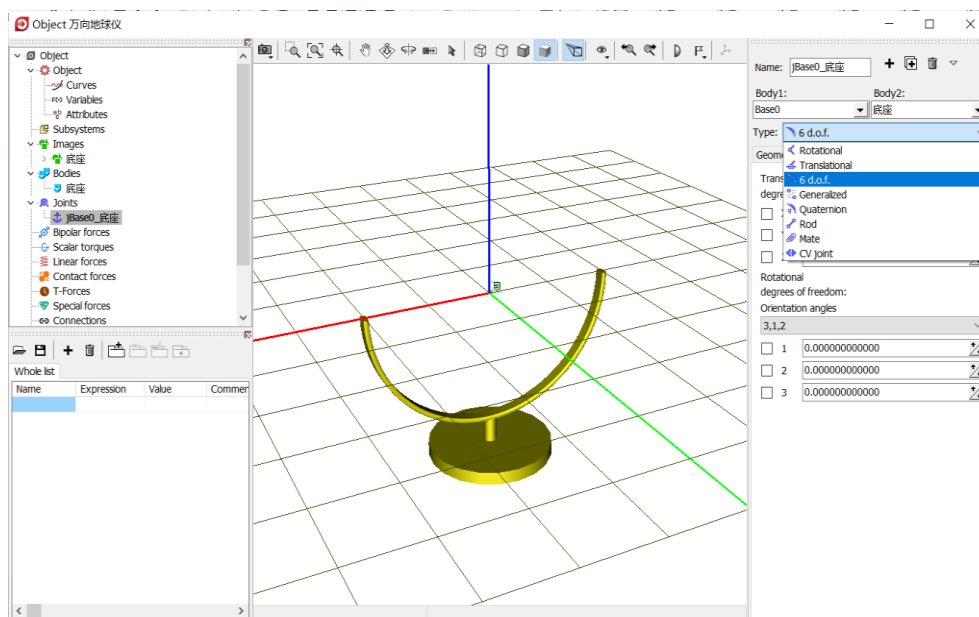

图 2-15
- 9) 从 **Type** 下拉菜单中选择 **6 d.o.f.**，然后在 **Coordinates** 页面取消勾选三个平动和三个转动自由度选项（缺省全部为勾选状态），如图 2-15。